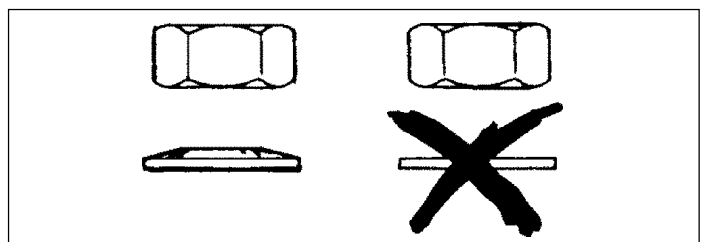

Fig. 25
- la **tuerca de sujeción** es inservible: si la arandela bajo la tuerca se ha aplanado (fig.25)